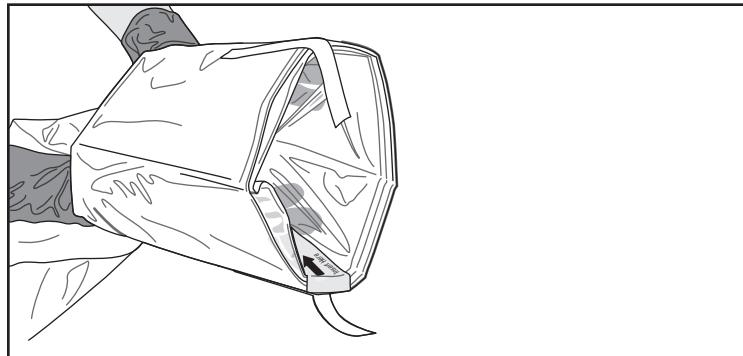

Figure 3. Ouverture de la poche
4. L'opérateur à l'intérieur du champ stérile introduit ses mains dans les replis internes de la poche, de manière à ouvrir celle-ci pour la mise en place de la MDU5 PLUS par l'opérateur se trouvant hors du champ stérile. L'étiquette « Insert Here » (Insérer ici) peut être utilisée pour localiser facilement l'ouverture de la poche (figure 3).